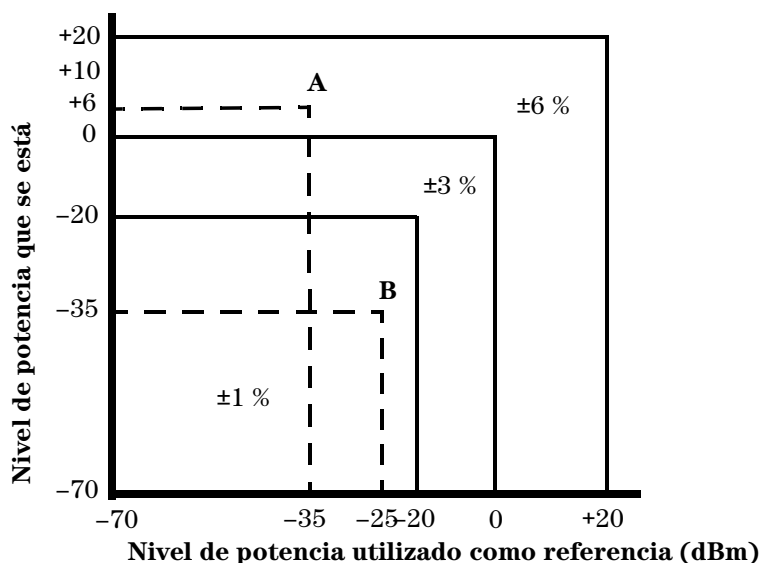

Figura 2 Linealidad de medición de potencia de modo relativo con Multímetro/Sensor de potencia a 25 °C (típico)
- a. Los límites se expresan en porcentaje de potencia en vatios. Consulte la Figura 2 para ver la medición de potencia relativa.
El gráfico en la Figura 2 muestra la incertidumbre típica al realizar mediciones de potencia relativas con el multímetro de potencia de la serie E44XX en el modo Rel (relativo). En una medición relativa, se comparan dos niveles de potencia con un solo sensor. La incertidumbre de medición típica puede encontrarse si se traza una línea vertical en el nivel de potencia que se utiliza como referencia y una línea horizontal en la potencia que se está midiendo. La región donde se cruzan estas dos líneas muestra la incertidumbre típica. Esto supone que la potencia de referencia y la potencia medida están en la misma frecuencia y rechaza errores debido al ajuste a cero, la deriva a cero y el ruido. También supone ningún cambio en el desajuste al medir el “nivel de potencia utilizado como referencia” y el “nivel de potencia que se mide”. Este gráfico ilustra que la mejor exactitud de medición de potencia relativa se obtiene cuando los niveles de potencia de referencia y los medidos son iguales o inferiores a -20 dBm. Si se es cuidadoso al elegir los niveles de potencia se puede obtener una mejora en la exactitud de la medición. El ejemplo A ilustra una ganancia relativa (medición de amplificador) y el ejemplo B muestra una pérdida relativa (medición de la pérdida de inserción).